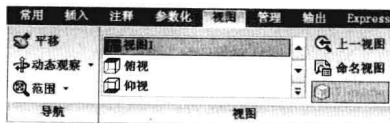

图 2-5-5
(5) 当用户缩放了视图, 或改变了观察范围之后, 需要重新返回到命名视图时, 在“视图”面板中单击“视图1”, 如图2-5-5所示, 即可将已命名的“视图1”恢复到当前视图中。